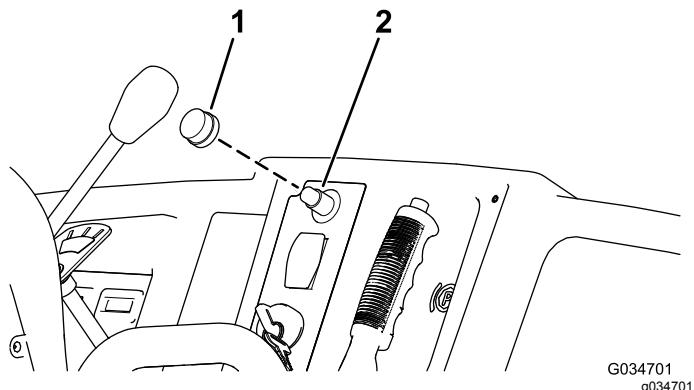

Рисунок 6
3. Установите резиновую кнопку на переключатель звукового сигнала (Рисунок 6).
- Установите резиновую кнопку на переключатель звукового сигнала (Рисунок 6).